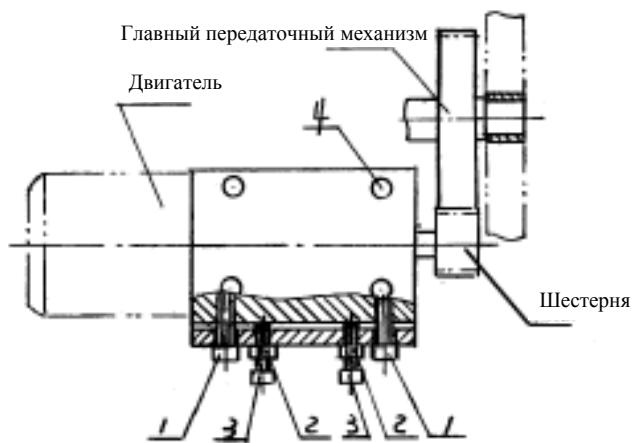

Рис. 5
- 4) Проверить зазор между главным передаточным механизмом и шестерней; убедиться, что он находится в пределах допустимого диапазона. **Регулировка (см. рис. 5)**